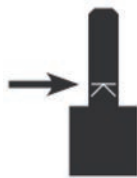
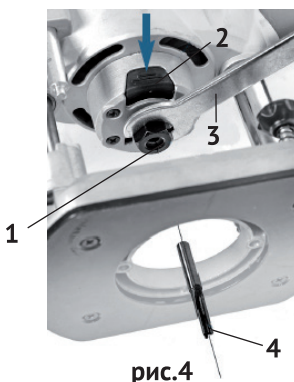

рис.5
рис.4
- нажав кнопку блокировки (рис.4 поз.2), поворачивайте гайку цанги до срабатывания блокировки (кнопка утопится глубже);
- открутить гайку цанги (рис.4 поз.1) ключом (рис.4 поз.3);
- установить хвостовик фрезы (рис.4 поз.4) в цанговый зажим не менее чем на 20 мм, или до отметки на хвостовике, как показано на рис.5;